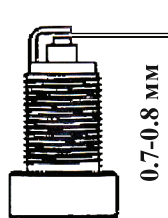

рис. 4
- рекомендуется проверить величину межэлектродного зазора, который должен составлять 0,7-0,8 мм (рис.4). При существенном отклонении величины зазора от указанной, необхо-